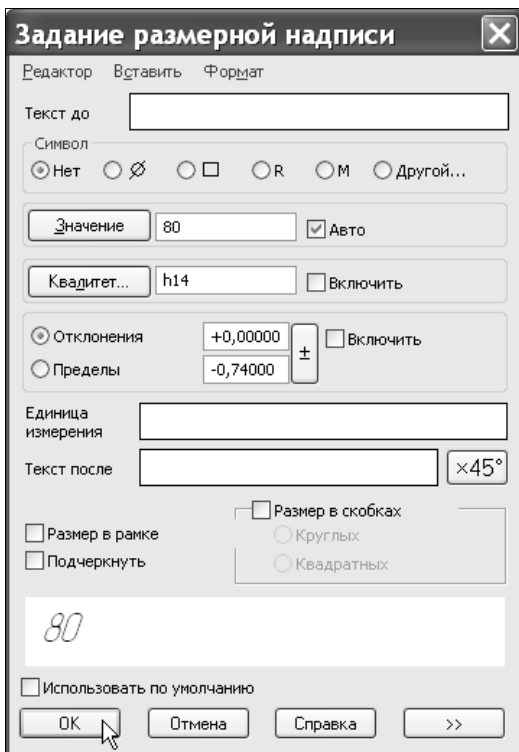

Рис. 1.87. Диалоговое окно **Задание размерной надписи**
5. В поле **Текст** отображается автоматически сформированная размерная надпись. Щелкните мышью в этом поле, чтобы вызвать диалоговое окно редактирования и настройки размерной надписи (рис. 1.87). В этом диалоговом окне можно задать: